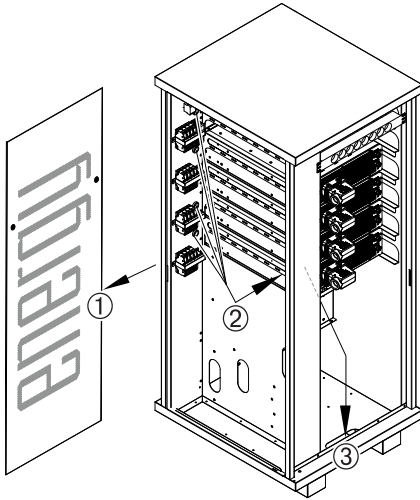
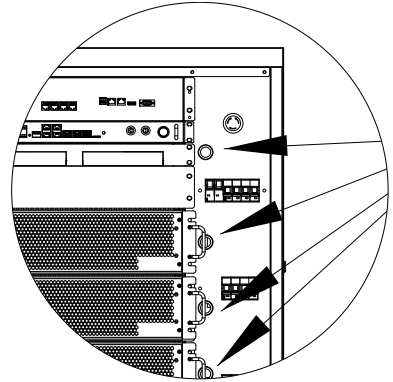

Fig. 5.15
Fig. 5.16
10. Rimuovere la porta laterale (1, Fig. 5.15, lato destro guardando fronte rack). Accedendo lateralmente si troveranno i cavi di comunicazione (2, Fig. 5.15) che, in arrivo dallo switch ethernet, attraversano gli appositi passacavo frontali (Fig. 5.16). I cavi sono già predisposti per il collegamento a ciascun zeroCO2 - BESS 125K. Portare i cavi di comunicazione fuori dal rack attraverso l'asola sulla base (3, Fig. 5.15), in precedenza utilizzata per i cavi DC.